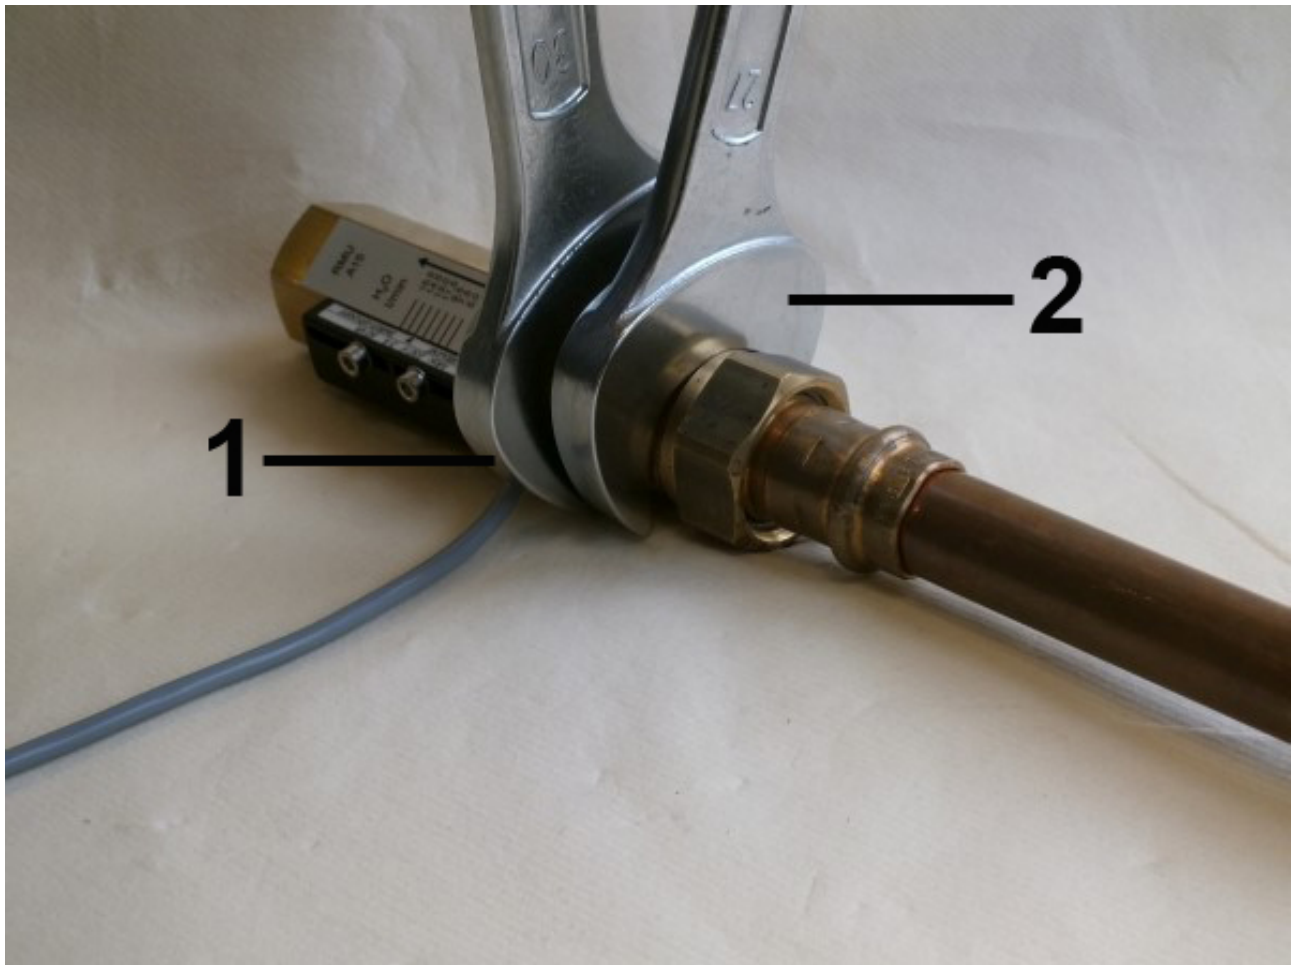

Abb. 11: Gerät einschrauben
- 2.** ➤ Mit passendem Maulschlüssel (Abb. 11/2) die Übergangverschraubung der Rohrleitung eindrehen. Dabei die Geräteverschraubung mit einem passenden Maulschlüssel (Abb. 11/1) gegenhalten